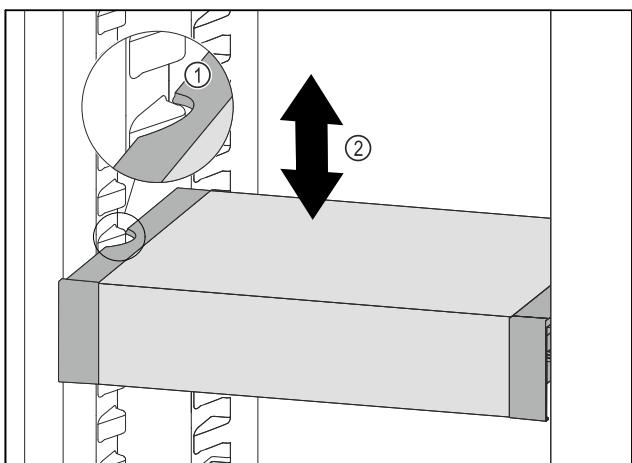

Fig. 131
- Изтеглете VarioSafe напред, докато страничните прорези на VarioSafe се намират на височината на реброто на съда в хладилната част. Fig. 131 (1)
- Преместете VarioSafe нагоре или надолу в хладилната част, докато се достигне желаната височина. Fig. 131 (2)